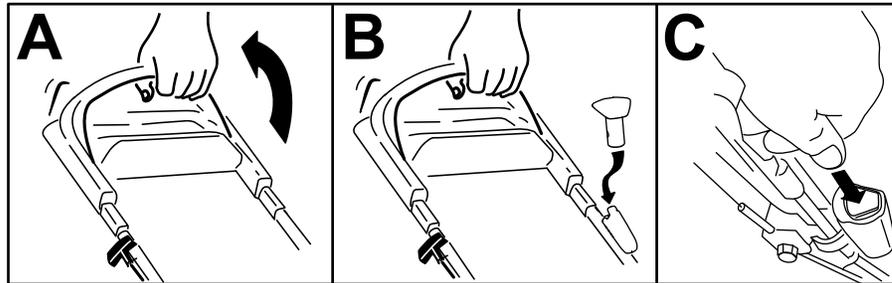

Figura 14
1. Sujete la barra de control de las cuchillas contra el manillar (Figura 14, A).
**Nota:** Si se ha retirado el botón de arranque eléctrico, introdúzcalo en el arrancador eléctrico (Figura 14, B).
2. Presione el botón de arranque eléctrico hasta que el motor arranque (Figura 14, C).